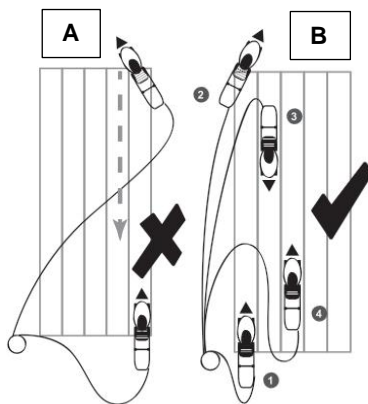

Рис. 2
- Поместите кабель удлинителя вблизи начальной точки (Рис. 2В, позиция 1).
- Обрабатывайте участок в последовательности, как показано на Рис.2В
**ВНИМАНИЕ!** Запрещен способ обработки, где продвижение культиватора идет в направлении кабеля, что сопряжено с опасностью его повреждения (Рис.2А).